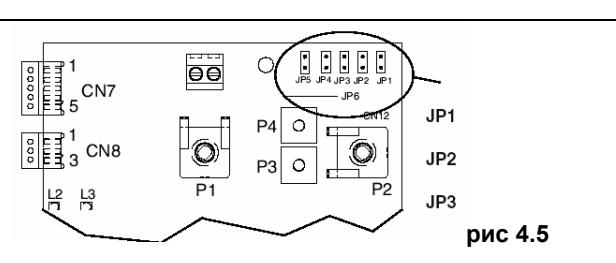

Рис. 4.5
⚠ Функция «электронного» регулирования включается и отключается только с помощью перемычки (JP1) (рис. 4.5).
- Установите перемычку JP1 (рис. 4.5), при этом ручки, расположенные на панели управления, начнут выполнять функции регулирования минимума и максимума мощности в режиме отопления.
- Установите перемычку JP2 (рис. 4.5)
- На плате управления (рис. 4.5):